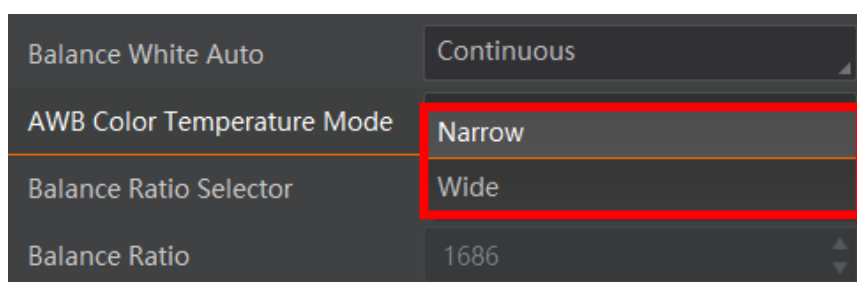

图7-31 自动白平衡色温模式设置
3. *Balance White Auto* 参数默认为 *Continuous*，且色温模式为窄域，即 *AWB Color Temperature Mode* 为 *Narrow*。若在此色温模式下进行自动白平衡后，图像色彩效果仍然不佳，可将 *AWB Color Temperature Mode* 参数设置为 *Wide*，再进行自动白平衡校正，如图 7-31 所示。